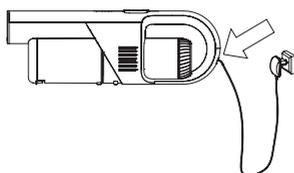
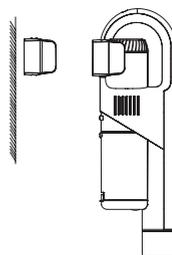

Рис.9
Рис.10
- Вставьте штекер соединительного шнура блока питания в гнездо аккумуляторной батареи пылесоса (14), вставьте блок питания в электрическую розетку (рис. 9), при этом загорятся индикаторы работы/зарядки (3), степень заряда аккумуляторной батареи будет отображаться световыми индикаторами (3).
- По окончании цикла зарядки аккумуляторной батареи (14), будет светиться четыре индикатора (3).
- После окончания цикла зарядки установите пылесос в настенный держатель (13) (рис. 10).